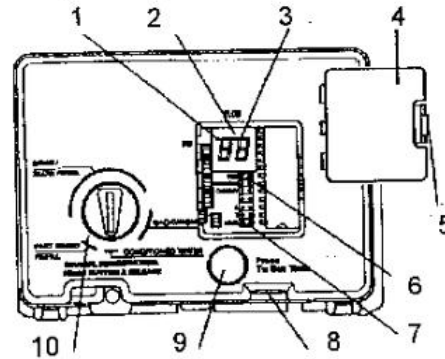

Рис. 9.
Примечание: Последующие действия будут осуществляться за счет вращения ручки с указателями (рис.9) и приведения ее в различные положения. Для этого вставьте отвертку с широким жалом в прорезь стрелки на ручке указателя, с силой нажмите на нее. В этом положении поворачивайте отвертку и ручку соответственно против часовой стрелки до тех пор, пока стрелка не займет нужную позицию. (Вращение ручки значительно облегчится, если вы одновременно с поворотом ручки свободной рукой будете поворачивать кулачковый распределительный вал). Затем дайте ручке свободно раскрутиться назад в исходное положение.
2. Вставьте жало отвертки в прорезь ручки с указателем (рис. 9). Вдавите ее, поворачивайте ручку против часовой стрелки, пока стрелка не достигнет слова "Backwash" (обратная промывка).
Откройте дверцу доступа управляющего клапана, для этого нажмите выступающую кнопку затвора, переведите его влево (рис. 9).